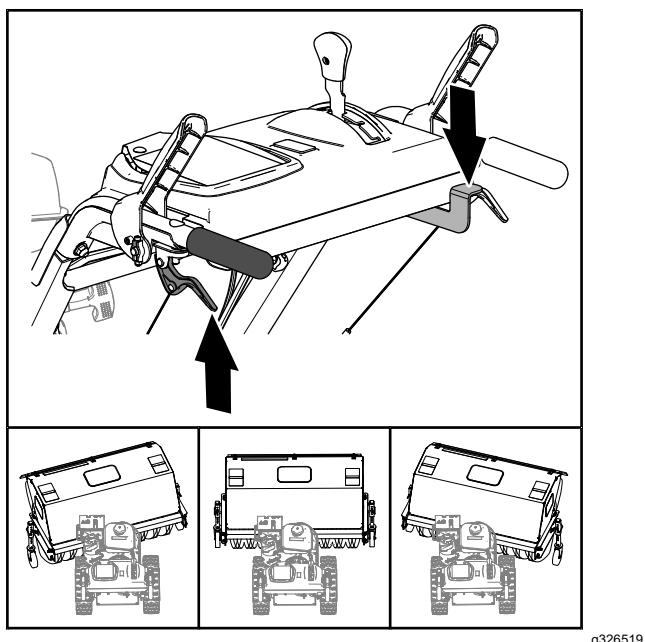

Figura 20
3. Spingete la leva verso il basso con il pollice della vostra mano destra (Figura 20).
4. Premete la leva della frizione ruota sinistra verso la stegola (Figura 20) e spingete l'alloggiamento della spazzola nelle seguenti posizioni.